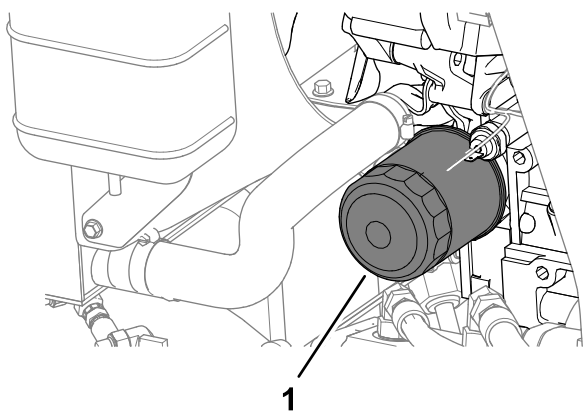

Рисунок 66
4. Снимите масляный фильтр (Рисунок 66).